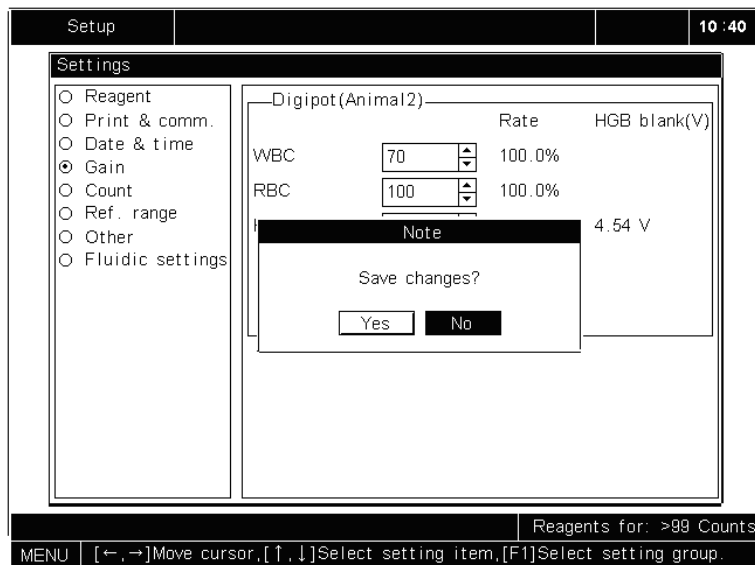

Abbildung 5-22 Speichern der Änderungen
42. Drücken Sie [MENU], und es erscheint eine Dialog-Box, um Sie daran zu erinnern, die Änderungen zu speichern, wie in Abbildung Abbildung 5-22 dargestellt. **KLICKEN** Sie auf **“Ja”**, um die Änderungen zu speichern und in das System-Menü zurückzukehren; oder **KLICKEN** Sie auf **“Nein”**, um in das System-Menü zurückzukehren, ohne die Änderungen zu speichern.